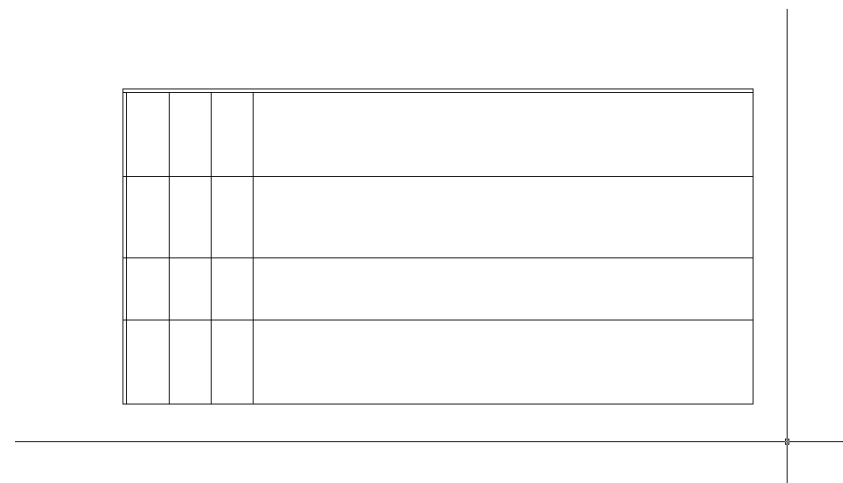

Рис. 4.11 ▼ Базовые линии угловой части рабочей зоны созданы
10. Нажмите **Enter** два раза для завершения работы команды **Подобие** (OFFSET) и ее повторного запуска, задайте расстояние смещения 296 мм, сместите вторую снизу горизонтальную линию вверх на это расстояние и нажмите **Enter** для завершения команды **Подобие** (OFFSET). Чертеж должен выглядеть так, как показано на рис. 4.11.